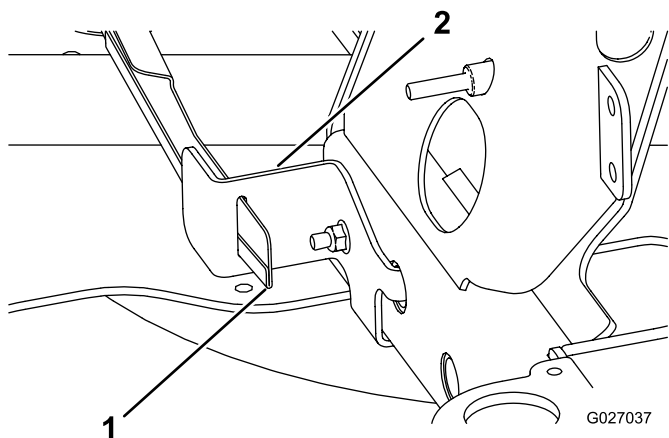
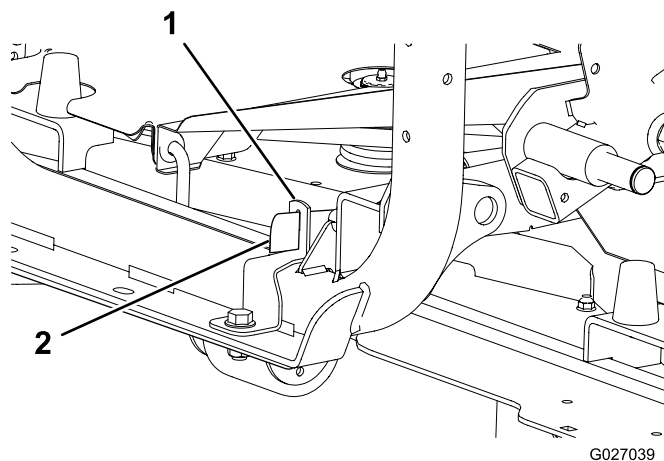

Figura 26
Figura 27
2. Instale o resguardo do veio propulsor através da ranhura no suporte do resguardo instalado no procedimento 11 Montagem do suporte do resguardo (página 9); consultar a Figura 26 ou a Figura 27.